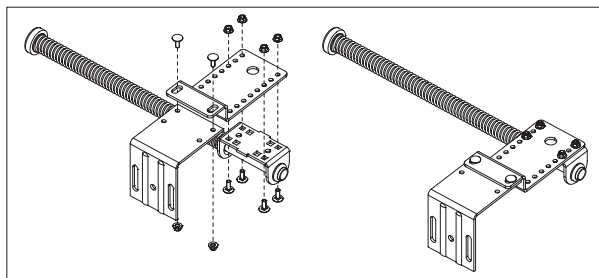

Рис. 46.1
- Собрать узел пружинного демпфера (рис.46.1). Детали узла закрепить при помощи 6 болтов М6×16 с полукруглой головкой и гаек с буртиком.